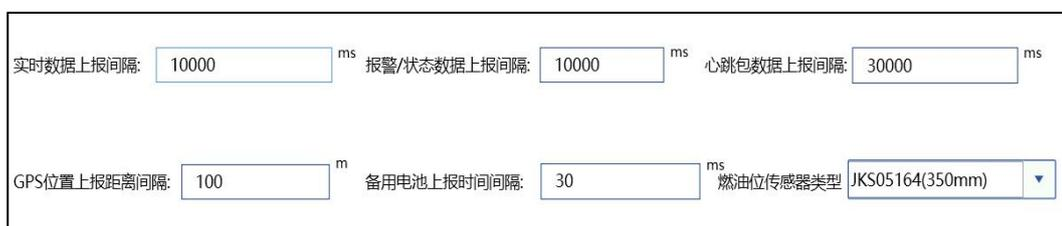

图 6-3 客户设置界面 1
1、客户可根据项目要求更改数据传输时间，传感线曲线类型等参数。具体设置项如图 6-3 所示。